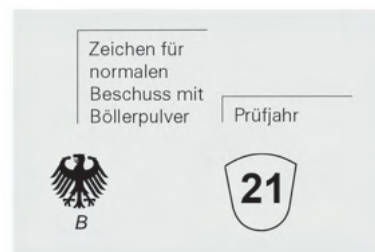

Abb. 11: Beispiel für die Kennzeichnung einer Kartusche
**Hinweis:** Die Sicherheitsprüfung und die anschließende Kennzeichnung von Böllergeräten und Kartuschen (s. Abb. 10 und Abb. 11) werden von den staatlichen Beschussämtern durchgeführt (in Bayern von den Beschussämtern Mellrichstadt und München) (s. Abb. 9).